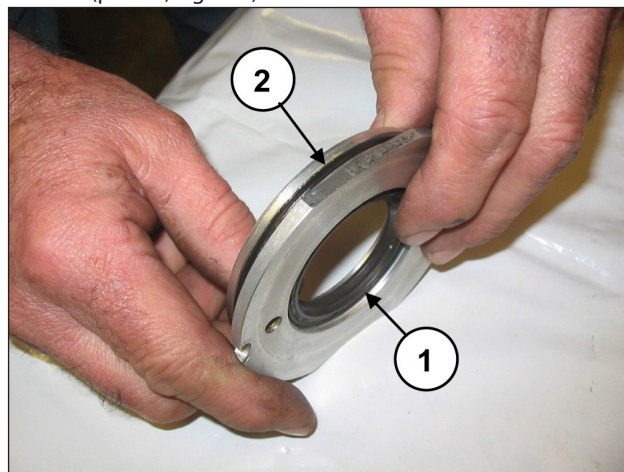

Fig. 160
Substitua a vedação do óleo (pos. ①, Fig. 160) e o anel circular externo (pos. ②, Fig. 160).